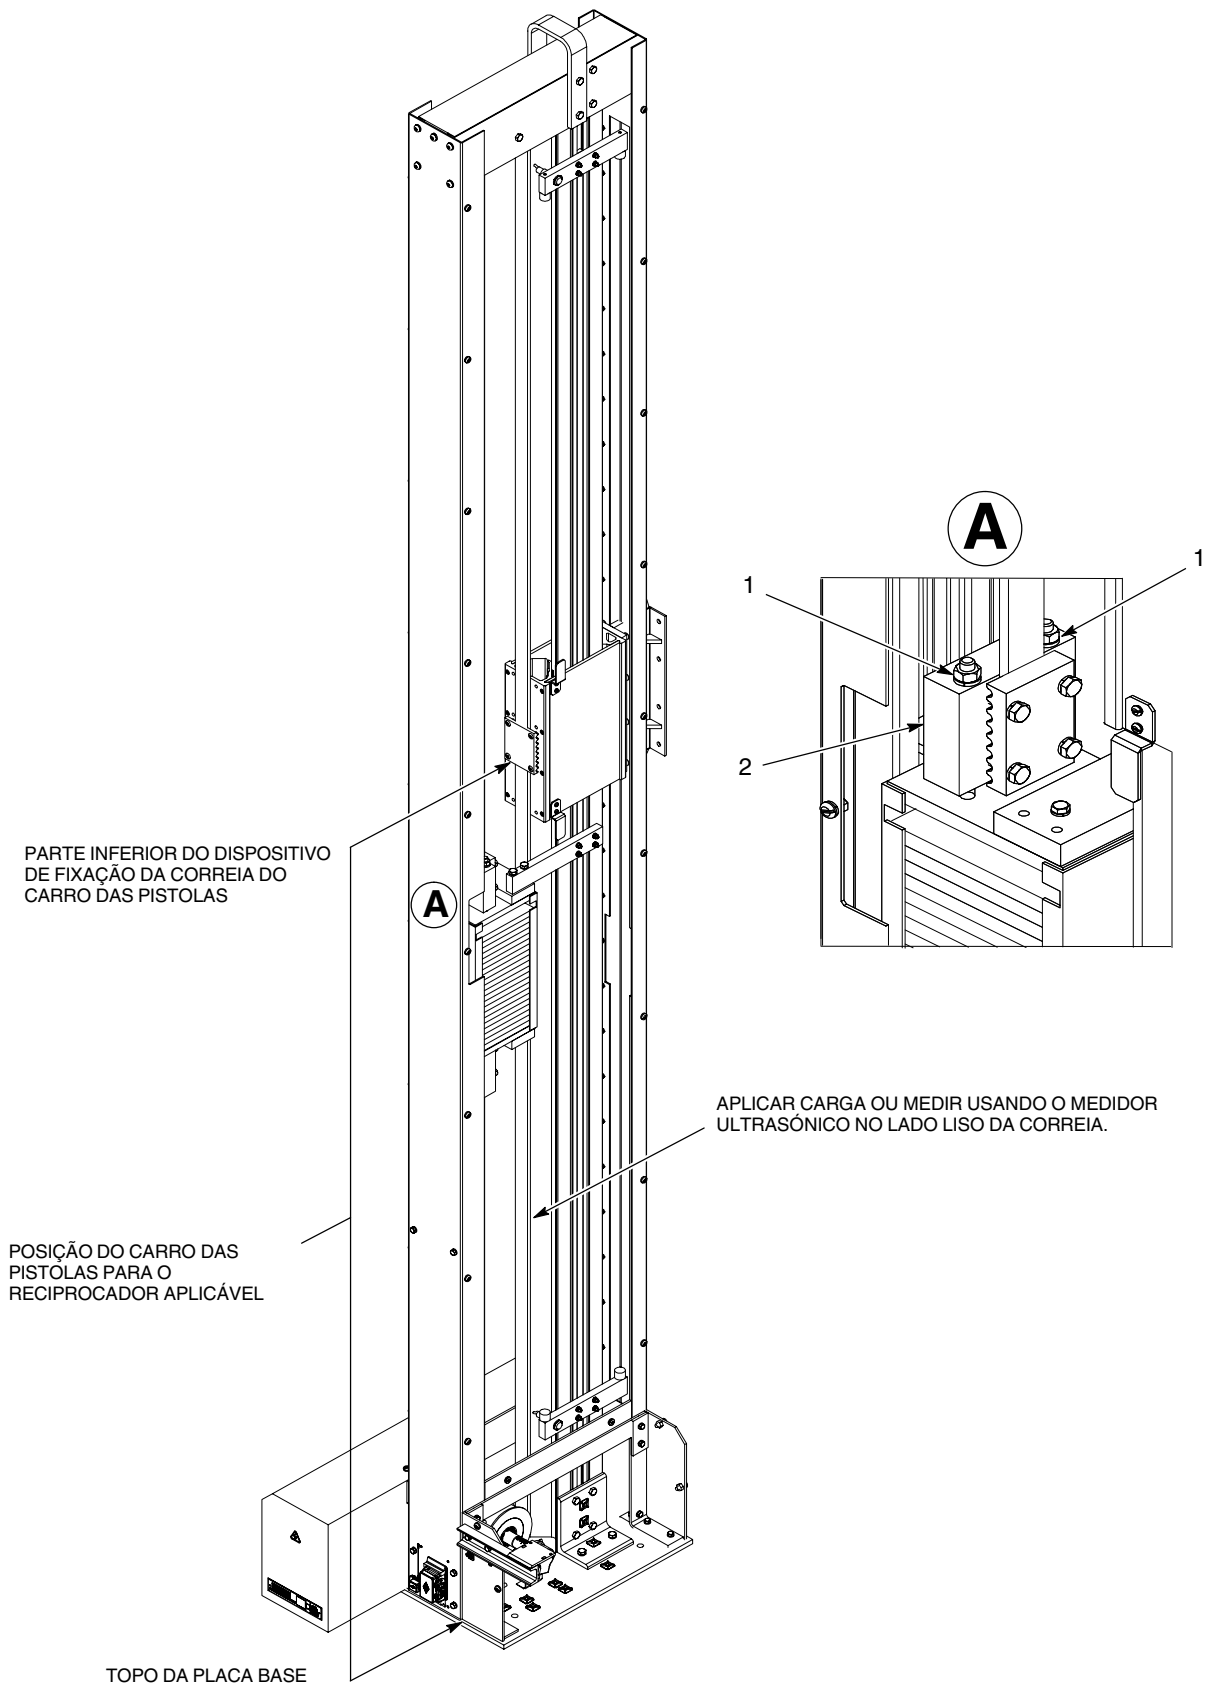

Figura 10 Ajuste da tensão da correia
2. Consulte a figura 10. Aperte ou desaperte alternadamente as porcas de aperto (1) no topo do dispositivo de fixação da polia da correia (2) até se obter a leitura correcta.